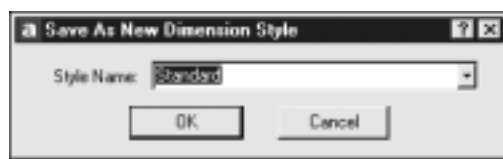

Рис. 14.21. Диалоговое окно Save As New Dimension Style
4. В диалоговом окне Save As New Dimension Style (рис. 14.21) введите имя нового размерного стиля, а затем щелкните на кнопке OK.